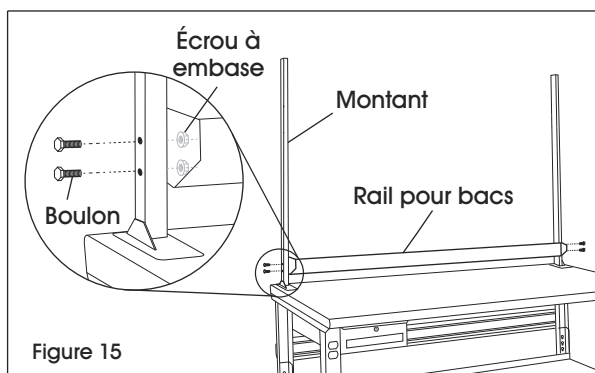

Figure 15
1. Alignez le rail pour bacs (1) sur les montants à la hauteur voulue.
2. Fixez-le aux montants à l'aide de quatre boulons de 1 ½ po et d'écrous à embase. (Voir Figure 15)